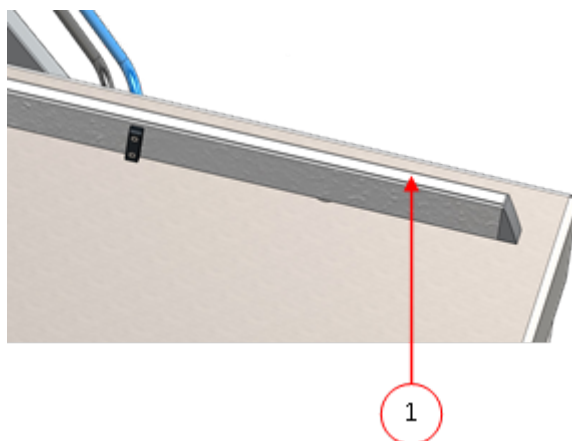

Figura 26: Sustitución de la goma de silicona de los soportes de silicona
1. Tire de la goma de silicona antigua para sacarla del soporte, consulte la *Figura 26: Sustitución de la goma de silicona de los soportes de silicona* en la página 62.